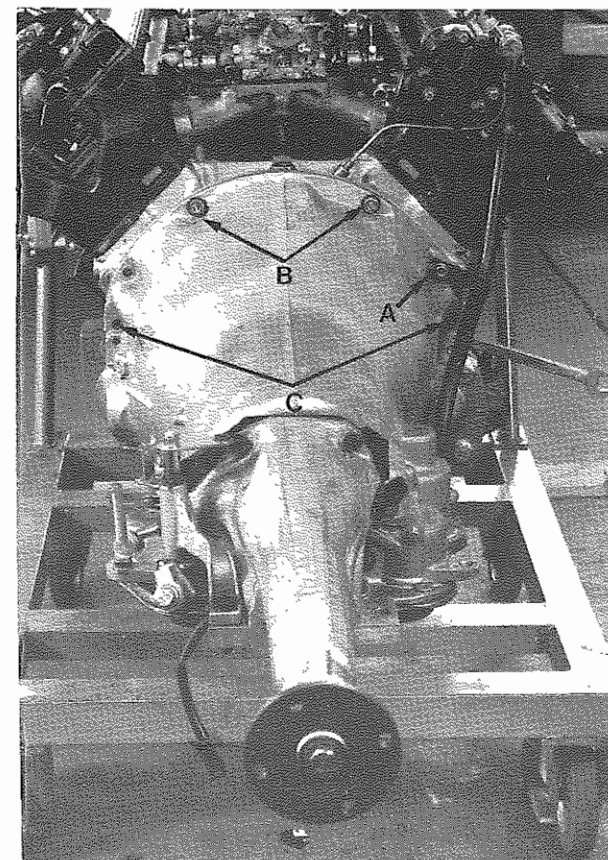

Fig. 3 - A - Dado fissaggio guaina
- Smontare la guaina asta livello olio: allentare il dado A (**Fig. 3**) e tirare verso l'alto la guaina; tappare velocemente il raccordo sul cambio.
- Remove dip stick tube: loosen nut A (**Fig. 3**) and pull upwards the tube; quickly plug transmission connection.